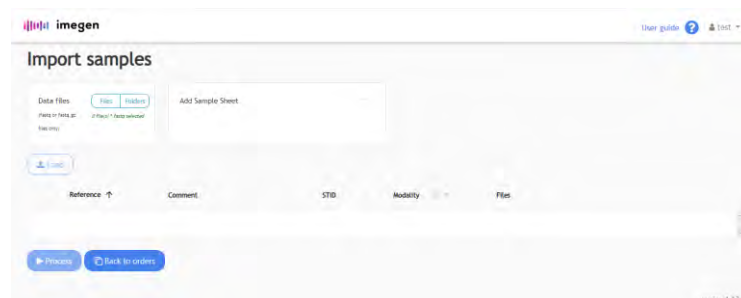

Figura 25. Pantalla para importar los ficheros FastQ y la *SampleSheet* e iniciar la solicitud de análisis.
1. Seleccionar "*Import Samples*" en la pantalla principal (pestaña de *Orders*) para iniciar el análisis de las muestras secuenciadas. De esta forma se accede a la pantalla de importación de ficheros (Figura 25). En dicha pantalla se deben importar los 2 ficheros FastQ asociados a cada muestra y opcionalmente, el fichero de la *SampleSheet*, que permitiría importar todos los ficheros del mismo run de secuenciación simultáneamente.